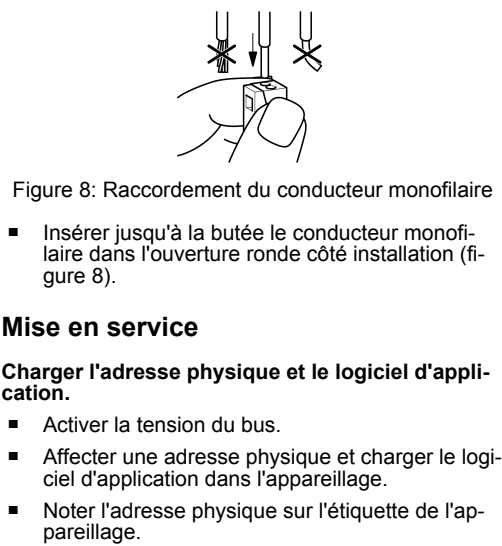

Figure 8: Raccordement du conducteur monofilaire
- Insérer jusqu'à la butée le conducteur monofilaire dans l'ouverture ronde côté installation (figure 8).